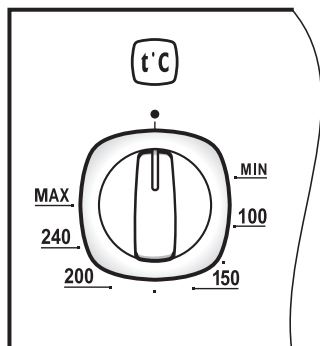

Рис. 7
- ручкой режимов работы устанавливается необходимый способ приготовления (в зависимости от модели может быть вариант **а** или **б** (рис. 7) ;